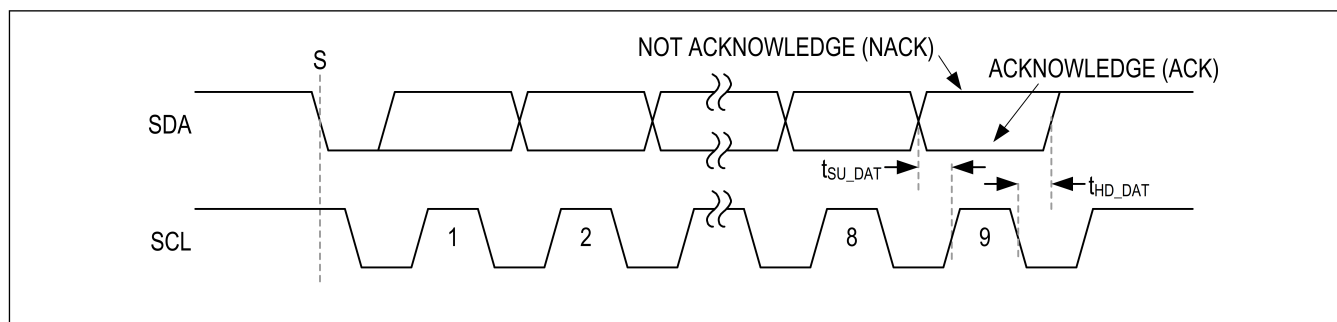

図 21. アクノレッジ・ビット
I²C のバス・マスタとスレーブ・デバイスはどちらも、データ受信時にアクノレッジ・ビットを生成します。アクノレッジ・ビットは、各 9 ビット・データ・パケットの最後のビットです。アクノレッジ (A) を生成するには、受信デバイスはアクノレッジに関連したクロック・パルス (9 パルス目) の立上がりエッジの前に SDA をローにし、クロック・パルスのハイ期間中はローを維持する必要があります。図 21 を参照してください。ノットアクノレッジ (nA) を生成するには、受信デバイスはアクノレッジに関連したクロック・パルスの立上がりエッジの前に SDA をハイにし、クロック・パルスのハイ期間中はハイを維持します。